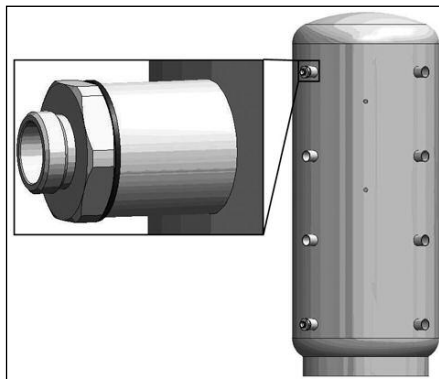

Fig. 6.1
- Visser les 2 manchons de réduction G1½ x G1 avec joint dans les raccords du ballon d'eau chaude (voir fig. 6.1)